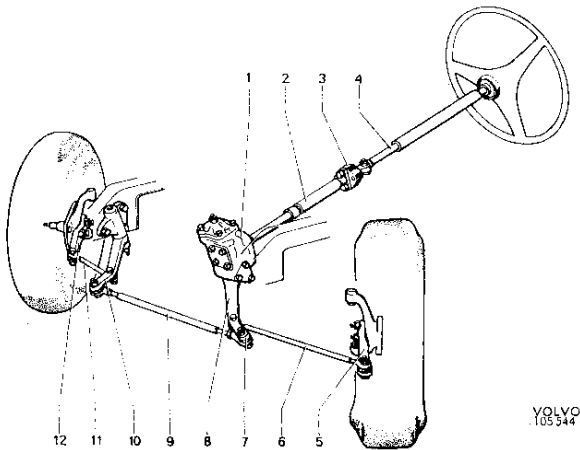
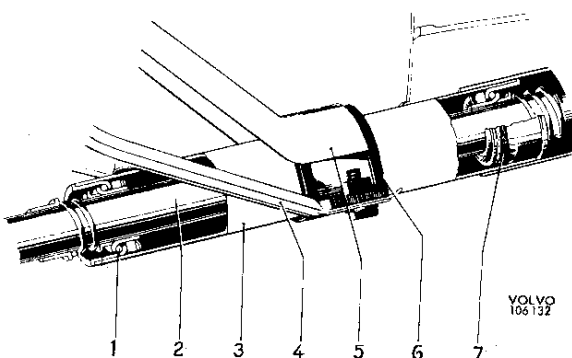
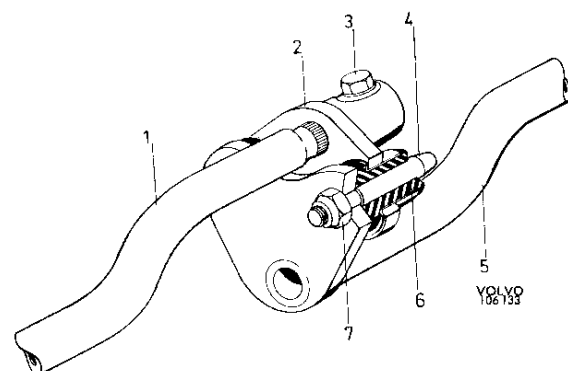

Abb. 33 Lenkvorrichtung
Abb. 34 Lenkspindellagerung, 120
Abb. 35 Sicherheits-Lenkspindel, 120
Die Konstruktion der Lenkvorrichtung geht aus Abb. 33 hervor. Die Lenkradbewegungen werden auf die Räder über obere und untere Lenkspindel (4 und 2), Lenkgetriebe (1), Lenkstockhebel (8), Spurstange (9), Lenkstangen (6 und 11) sowie
Die Lenkspindel ist geteilt. Die obere Lenkspindel ist zwischen zwei Kugellagern in einem Mantelrohr gelagert, das mit gummiausgebuchten Schellen und über Stützen an der Karosserie befestigt ist, s. Abb. 34. Ein Gummigelenk zwischen der oberen und der unteren Lenkspindel dämpft evtl. Schwingungen. In Fahrzeugen spät. Ausf. verbindet ein Mitnehmer vom Sicherheitstyp die obere und untere Lenkspindel. Bei einem evtl. Frontalzusammenstoß, der die Karosseriefront eindrückt, wird der Mitnehmer der unteren Lenkspindel abgerissen und in der Knautschrichtung weitergeschoben. Die obere Lenkspindel dagegen behält ihre Lage, wodurch die Gefahr, daß das Lenkrad tiefer in die Fahrgastzelle eindringt, ausgeschlossen wird. Die Sicherheitsvorrichtung besteht bei 120 aus zwei Mitnehmern (Abb. 35), die von Gummibuchsen zusammengehalten werden. Bei 1800 besteht die Sicherheitsvorrichtung aus einer stoßaufnehmenden Schiebemuffe mit Ringmutter (2, Abb. 33).
Die Kugelköpfe des Lenkgestänges sind kunststoffgefüllt und daher wartungsfrei. Die Spurstange (9, Abb. 33) hat an den Enden austauschbare Kugelgelenke (Spurstangenköpfe), während bei den Lenkstangen (6 und 11) Gelenk und Stange in einem Stück gefertigt sind. Die Lenkhebel (5 und 12) sind an den Achsschenkeln festgeschraubt.
Die Abb. 34, 43 und 44 zeigen Beispiele der in diesen Fahrzeugen gebräuchlichen Lenkspindel-lagerungen.